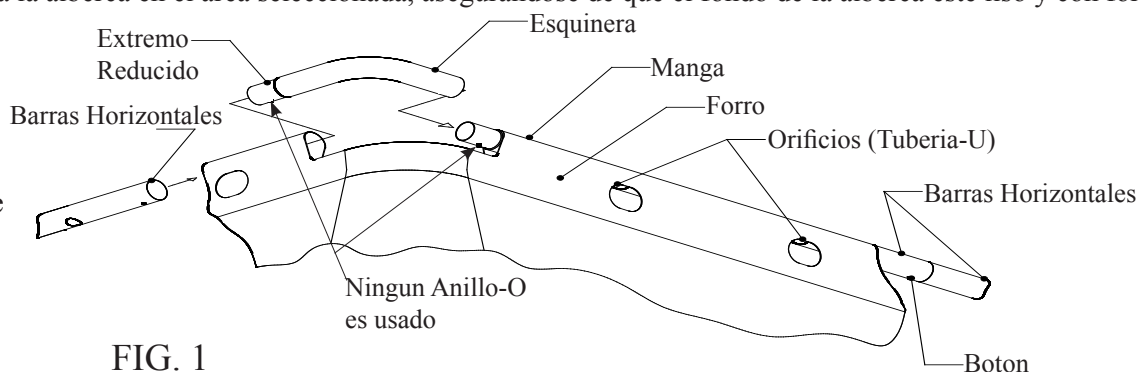

FIG. 1
2. Localice las cuatro piezas de metal (Piezas Esquineras) de la tubería Fig. 1., luego coloque una en cada esquina de la alberca. Ahora localice las (Barras Horizontales), inserte un (Anillo-O) vea Fig. 2, en cada extremo reducido solamente para unir las barras longitudinalmente, **Nota:** ningún Anillo-O es usado en los extremos de las Barras Horizontales para anexarlas en las piezas esquineras o en las piezas esquineras en si, por favor vea en la pagina 5 el diagrama de ensamblado para una ubicación adecuada de los Anillos-O. Coloque la mitad de las cortas en cualquier (extremo de la alberca) y la mitad de las largas a lo largo (del lateral de la alberca), éstas junto con las (Piezas Esquineras) forman el marco de soporte de la alberca. Comience deslizando las (Barras Horizontales) dentro de la manga (**asegurándose de que trabaja en dirección a las manecillas del reloj alrededor de la alberca con todas las partes reducidas apuntando en sentido de las manecillas**) vea Fig. 1 y consulte “Revisión de todas las partes de Ensamble del Marco” mostrado en la página 5.
Conecte las (Barras Horizontales) juntas presionando el boton mientras inserta una barra dentro del extremo de otra barra. Mire a través del orificio de seguridad en la barra mientras las une, ligeramente gire las barras hasta que el boton se alinee con el orificio y bote hacia arriba, asegurando el extremo de esa barra dentro del extremo de la otra barra. Repita este procedimiento para las Barras horizontales restantes, asegurandose de que los orificios en las barras se alineen con las aberturas en la manga de la alberca Fig. 1 estos orificios se usan para los soportes de la Tuberia-U (extremos y laterales). Enseguida instale las piezas esquineras (de nuevo trabajando en sentido de las manecillas con los extremos reducidos apuntando en sentido de las manecillas), deslicelas juntas y repita este procedimiento para todas las esquinas, en la ultima esquina puede ser necesario levantar la conexcion final en angulo para permitir que las tuberias entren en cada una lentamente bajando los extremos de nuevo a planos, despues deslizando los juntos hasta que entren completamente, ahora revise de nuevo todas las conexiones de la (Barras Horizontales) y las (Piezas Esquineras) en este momento.